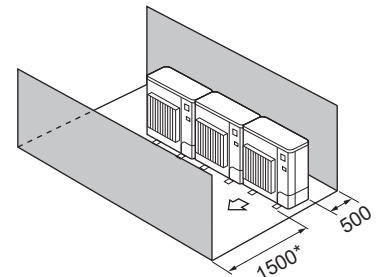

Abb. 2-12
- ④ Hindernisse nur auf der Vorder- und Rückseite (Abb. 2-12)